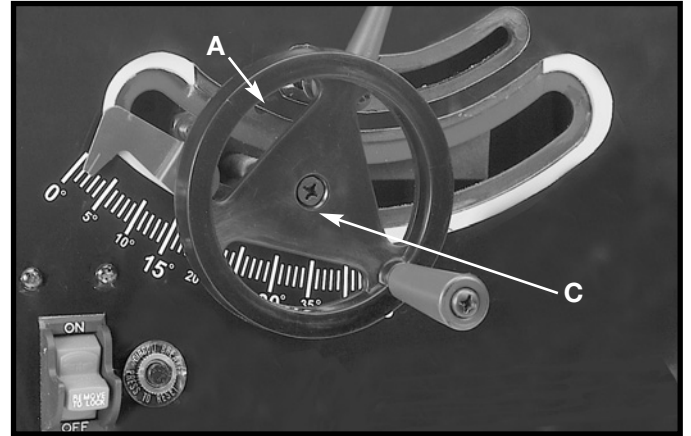

Fig. 7
3. Fije el volante de mano (A) Fig. 7 al eje, utilizando el tornillo M6x1x12mm screw (C).